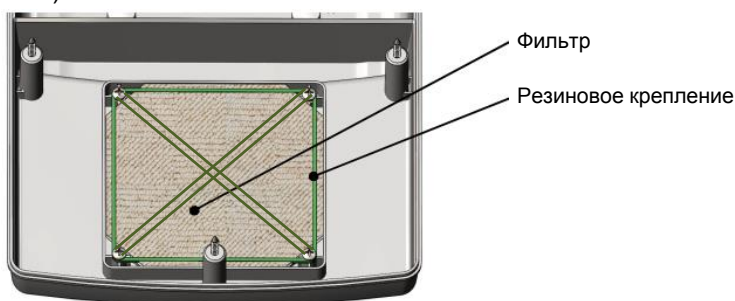

Рис. 4 Воздушный фильтр
- Установить новый фильтр на воздушную решётку с внутренней стороны корпуса и зафиксировать его резиновым креплением (Рис. 4).